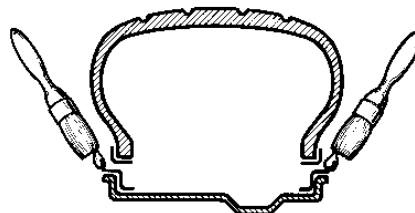

Рис.44
4. Смажьте оба борта шины и поверхность диска (Рис. 44).